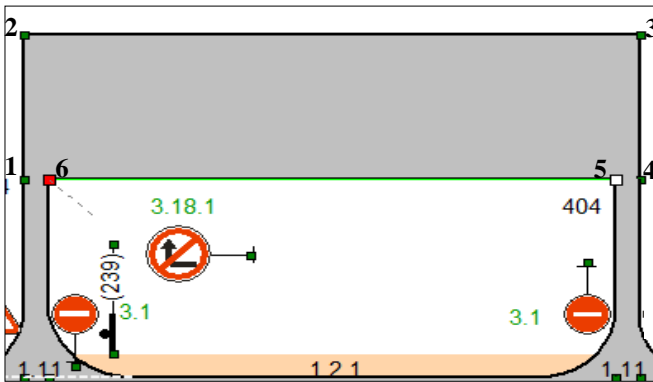

Рис. 12
- Затем укажите произвольно точки по вершинам остальных углов стоянки (рис. 12) и уточните их координаты в окне инструментов (рис. 11).
- В окне **Инструменты** нажмите кнопки **Режим притяжки** . Захватите точки 1-4 (рис. 12) и нажмите правую клавишу мыши. Затем захватите точки 5, 6 (рис. 12), нажмите правую